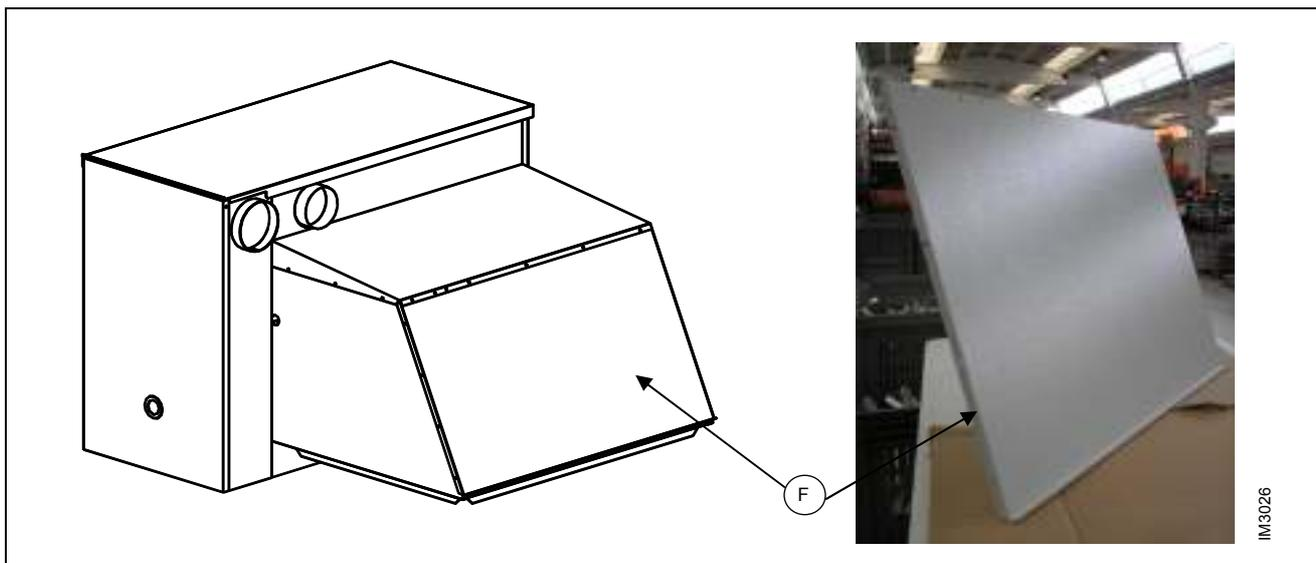

Рисунок 15 – МОНТАЖ ЗАДНЕЙ ПАНЕЛИ РАСТРУБА ДЛЯ ВОЗДУХА
5. Последней устанавливается задняя панель F как показано на Рисунок 15.